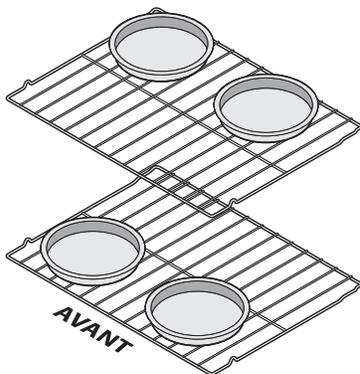

Figure 12 : Positionnement des plats de cuisson sur deux grilles
- Pour la cuisson sur deux grilles, voir à les placer en position Figure 12.